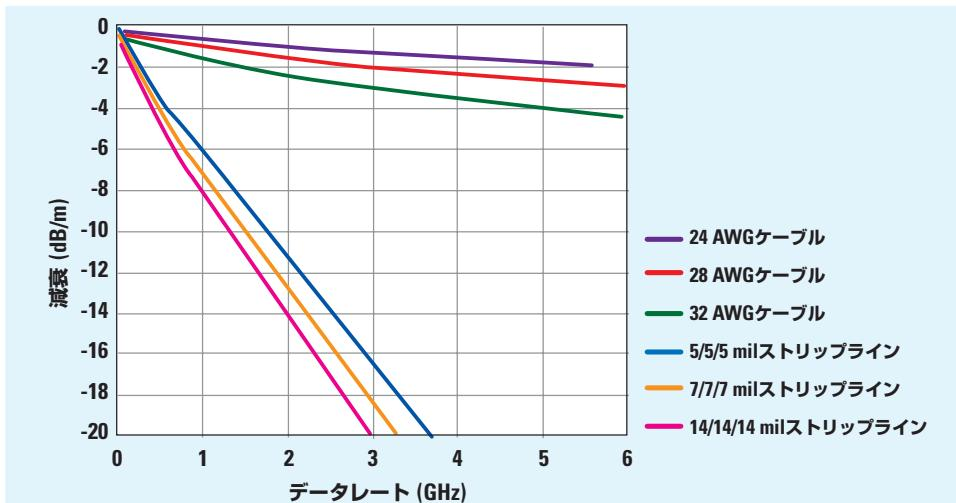
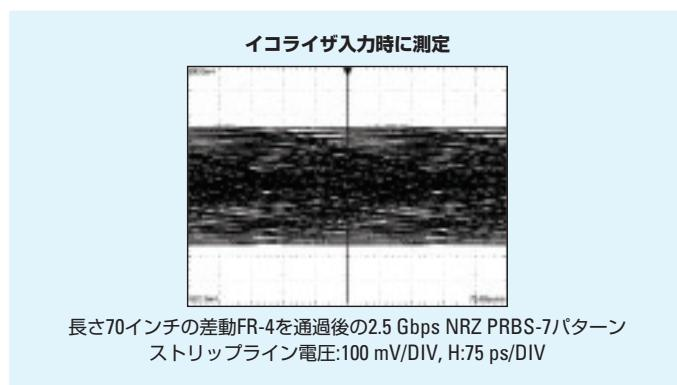
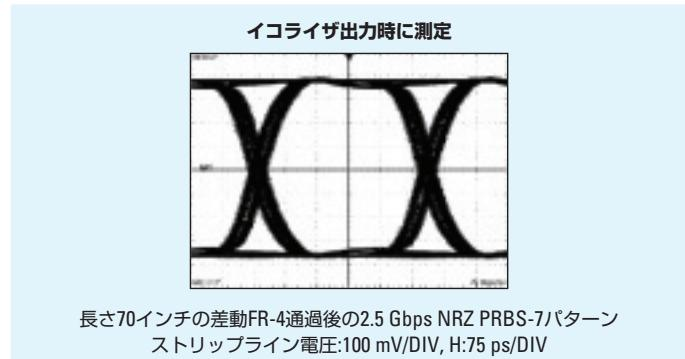

Figure 1. 伝送媒体損失（差動伝送時）はローパス・フィルタからの影響が原因
Figure 2a. 長さ70インチのFR-4通過後の2.5Gbps NRZ信号
Figure 2b. 長さ70インチのFR-4通過後の2.5Gbps NRZ信号
この高速信号問題を、Figure 1に示されるグラフを例にとって説明します。2.5Gbps NRZ信号が1ビット・サイクル進むごとに、1.25GHzクロック信号と等価な成分が生成されます。2.5Gbps信号のこの成分は、長さ1mの100Ω差動FR-4ストリップラインを通過した後、最大10dBまでの損失を生じさせます。二芯同軸ケーブルの場合、伝送距離が最短10mでこれと同様の損失が発生します。この伝送損失は、やがて信号「アイ」またはサンプリング・ウインドウを閉じてしまうほどのジッタを発生します（Figure 2aを参照）。
高速信号の場合、伝送媒体はローパス・フィルタ（Figure 1を参照）に相当します。ここを減衰量3dB未満で通過する信号周波数の最高値がフィルタ帯域幅を規定します。この帯域幅以内の信号成分は、最小の減衰量でフィルタを通過します。さらに、-3dBポイントまたは伝送ラインの帶
シグナル・インテグリティ (信号の整合性) の設計では、入力信号のコンディショニングにイコライザを用います。イコライザ回路の目的は、システムの周波数応答を「平坦化」して信号の歪みや「スミヤリング」を低減することで、伝送時の信号損失を抑えることがあります。イコライザはハイパス・フィルタとして機能し、伝送時の周波数応答を平坦化することによって、信号の周波数帯域幅内でローパス・フィルタの影響をほぼ相殺します。経験則によれば、イコライゼーション (EQ) では、極力高い伝送密度を持ったデータ・パターンでつくるられる周波数までに対して、周波数応答を平坦化する必要があります。たとえば1-0-1-0 NRZ パターンでの2.5Gbps信号の場合、最大2.5GHzまでの周波数に対して平坦な周波数応答を必要とします (Figure 1を参照)。適切に調整すれば、EQによって伝送媒体からの ISI の影響を大幅に低減できます (Figure 2bを参照)。長さ29.5インチのストリップライン上でさえ、2.5Gbps時の減衰量は-6dBに近づきます。伝送リンクで信頼性の高いデータ伝送を行うには、何らかのEQが必要といえます。
数はデータレートの1/2です（たとえば2.5Gbps信号では $2.5 \div 2 = 1.25$ GHz、1Gbps信号では500MHzになります）。これは、データ・パターンで減衰量が最高レベルになる周波数です。ネットワーク・アナライザは、Figure 1のような伝送損失のグラフを得るために最も簡単な手段です。ネットワーク・アナライザを使えない場合は、伝送ライン上で正弦波を問題となる一次周波数で送信し、この時の減衰量を伝送損失値とみなすことができます。